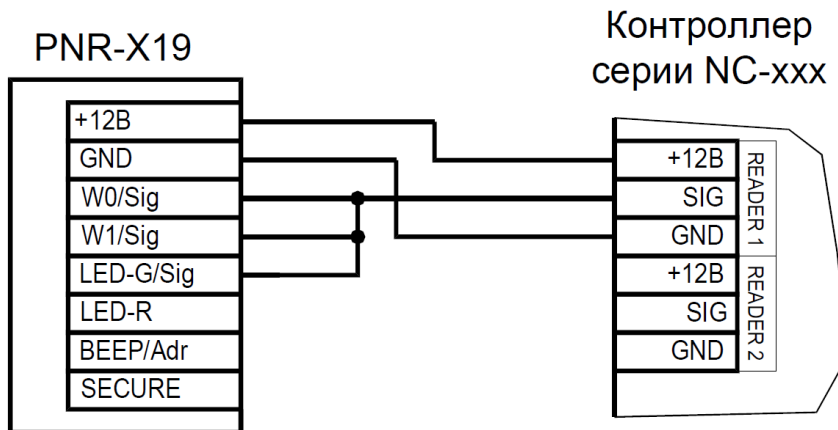
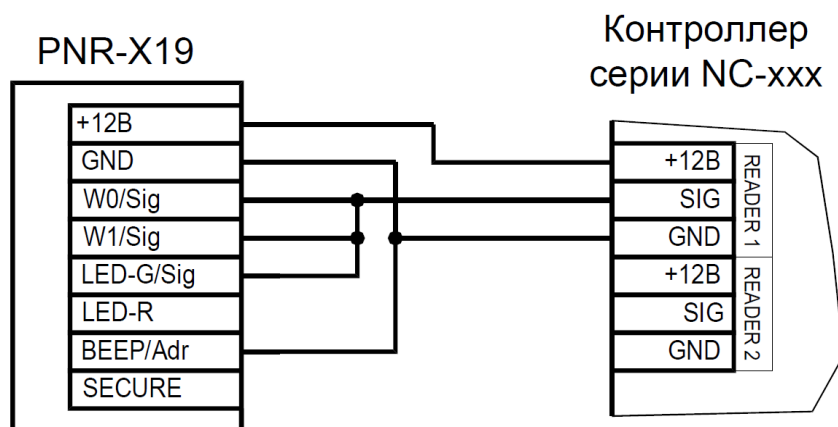
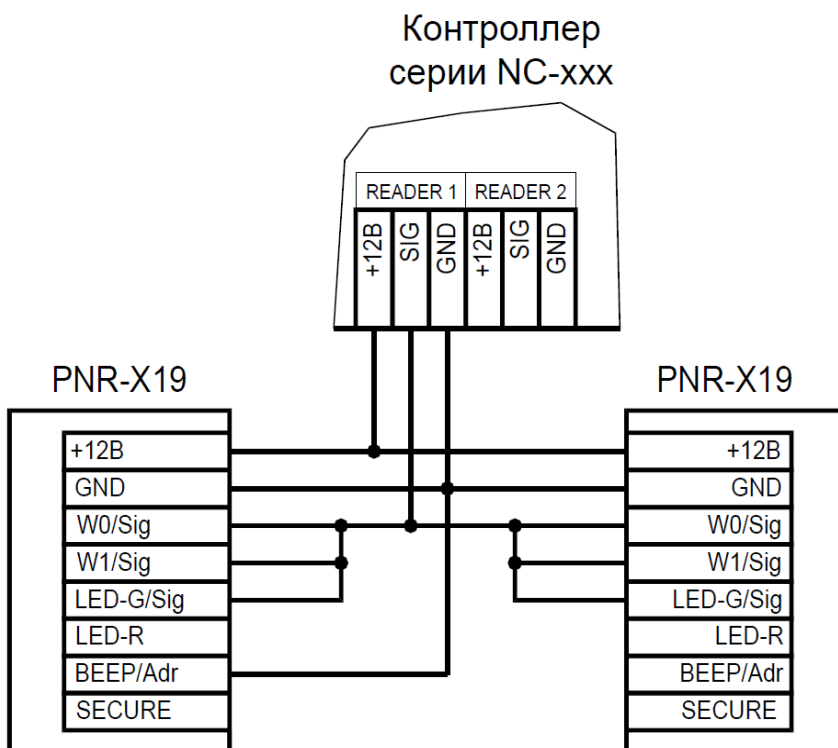

Рисунок 5. Подключение считывателя в режиме Parsec, адрес 1 (внутренний)
Рисунок 6. Подключение считывателя в режиме Parsec, адрес 0 (наружный)
Рисунок 7. Подключение двух считывателей в режиме Parsec одним кабелем
- При работе в режиме **Parsec** линия SIG считывателя (зеленый, белый и оранжевый провода: W0/SIG/B-, W1/SIG/A+ и LED-G/SIG) является двунаправленной (см. таблицу 2 и рис. 5 и 6). По ней считыватель передает контроллеру считанный с карты код во внутреннем формате системы Parsec.
Кроме того, в системе Parsec каждый считыватель имеет собственный адрес: 1 (внутренний считыватель, рис. 5) или 0 (наружный, рис. 6), – что позволяет использовать один кабель от контроллера для подключения двух считывателей (рис. 7).